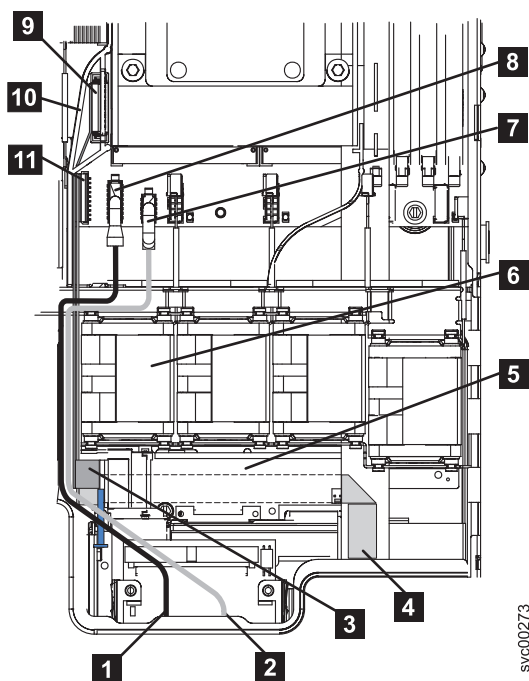

図 221. SAN ポリユーム・コントローラー 2145-8G4 ビデオ、USB、および CD/DVD ケーブル
4. ライト・パス・アセンブリーのリボン・ケーブル **4** をシステム・ボードに通します。ケーブルをシステム・ボード・ソケット **11** に再接続します。図 221 の中で、ノードのフロントは図の下部に示されています。ケーブル・プラグ上のコネクタはノード中央方向に持ってゆき、青側はノードの外部方向に持ってゆきます。